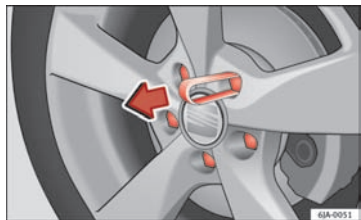

Fig. 127 Sådan tages hjulboltens dækkapper af
- Skub plastikklemmen på dækkappen, indtil de indvendige tapper på klemmen får fat i kanten på dækkappen, og træk dækkappen af ⇒ Fig. 127.